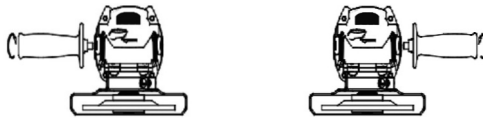

Fig. 2 – Montaje de la empuñadura auxiliar
1. Retire la empuñadura auxiliar (5) girándola en sentido anti-horario, Fig. 2;
2. Coloque la empuñadura auxiliar (5) en el otro lado del equipo.